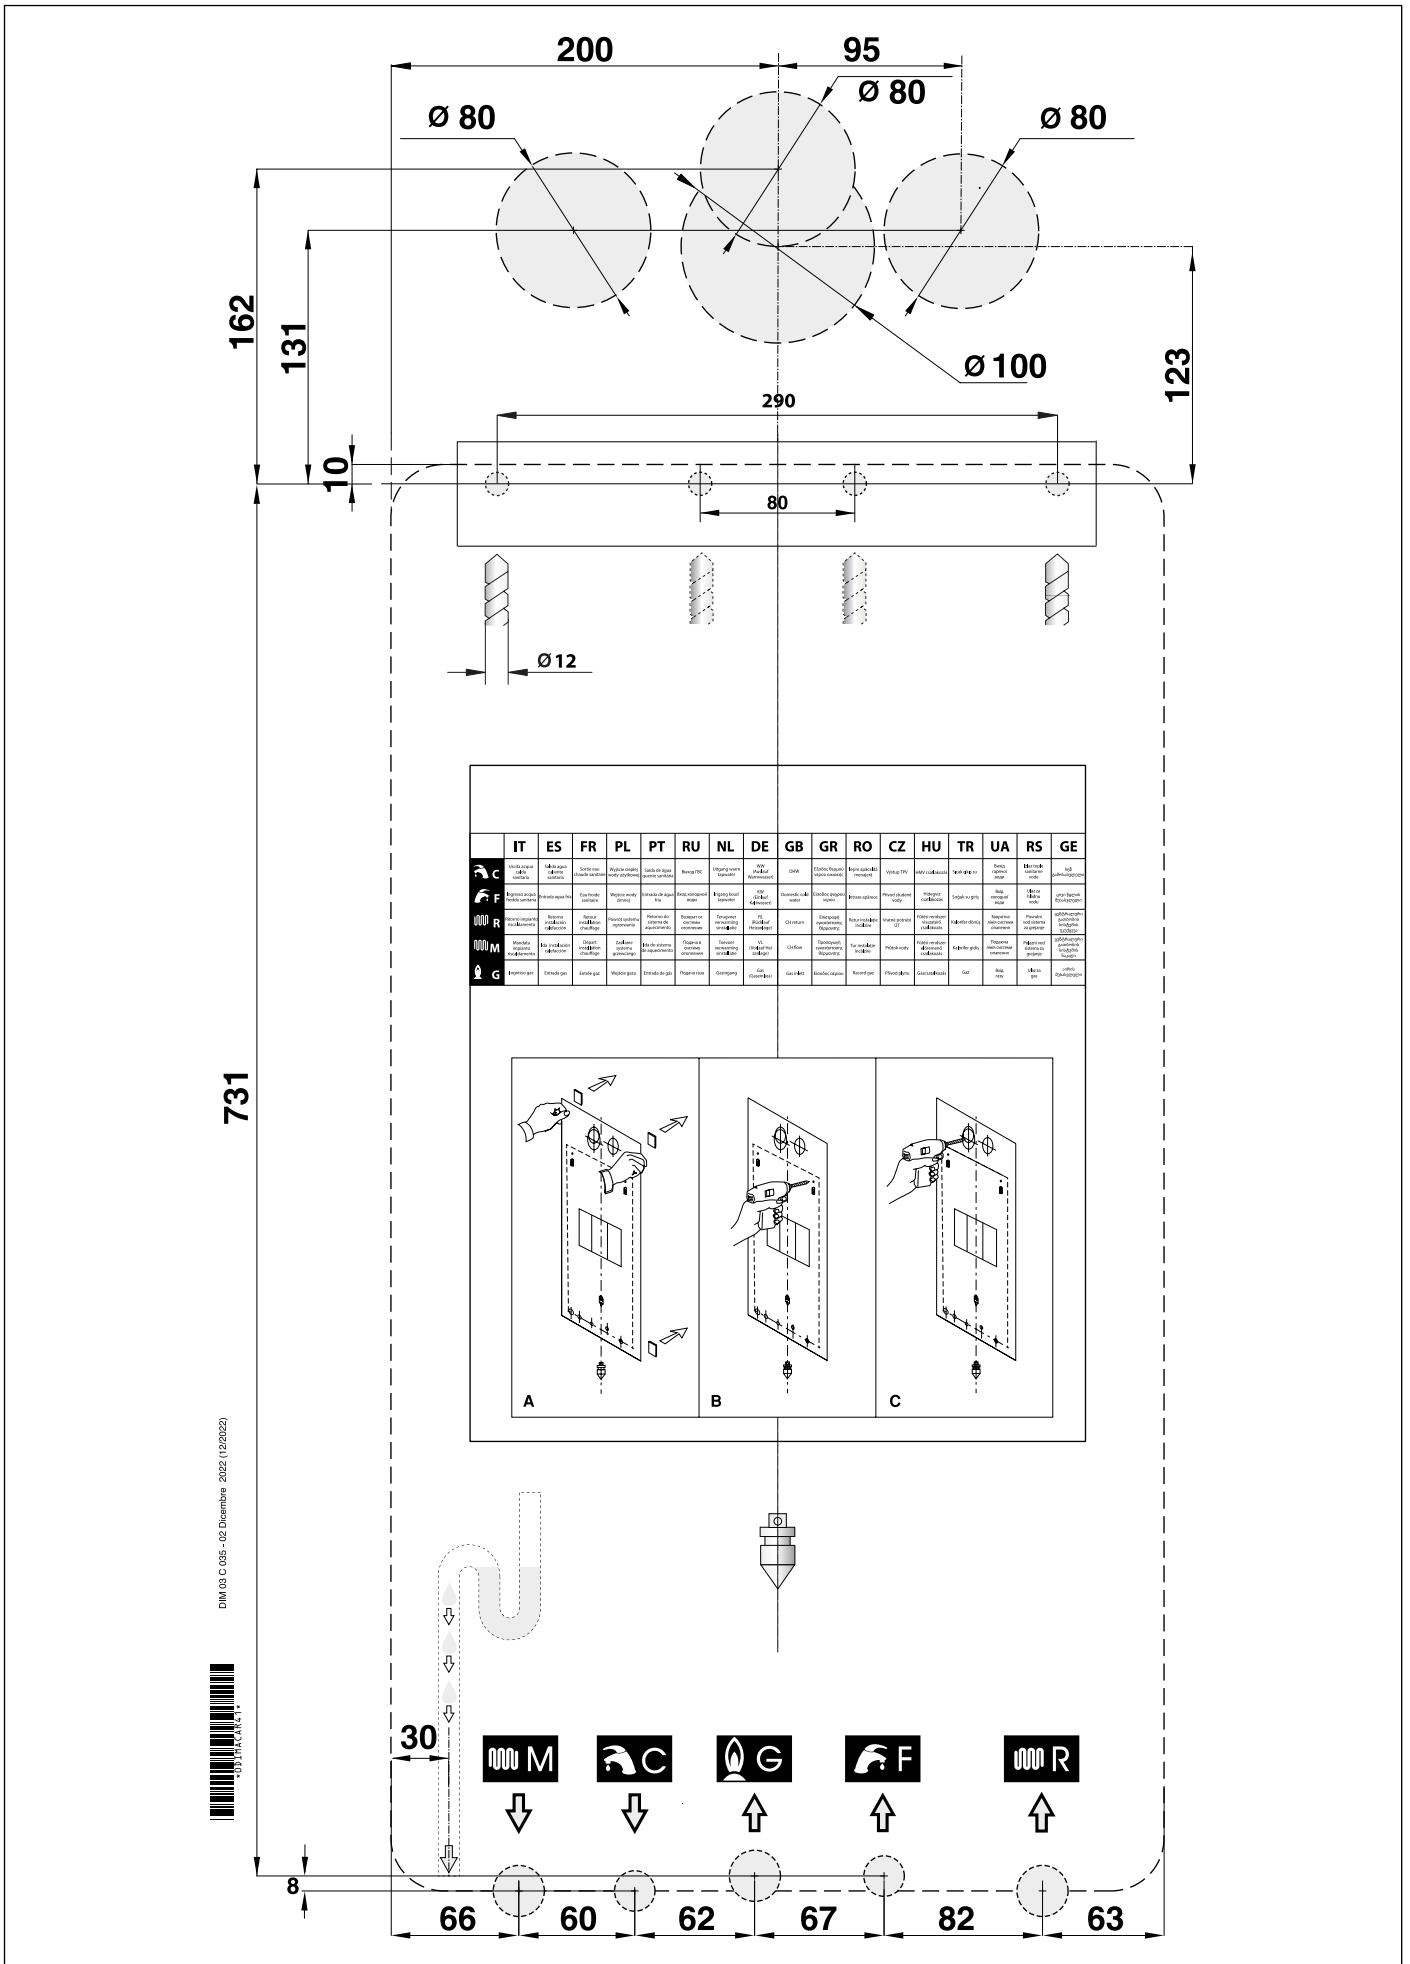

Fig. 7 Șablon de hârtie
- » Șablon de montare a centralei pe perete (vezi Fig. 7 Șablon de hârtie).
Fiecare echipament este însoțit de un șablon de hârtie inclus în ambalaj (vezi Fig. 7 Șablon de hârtie).